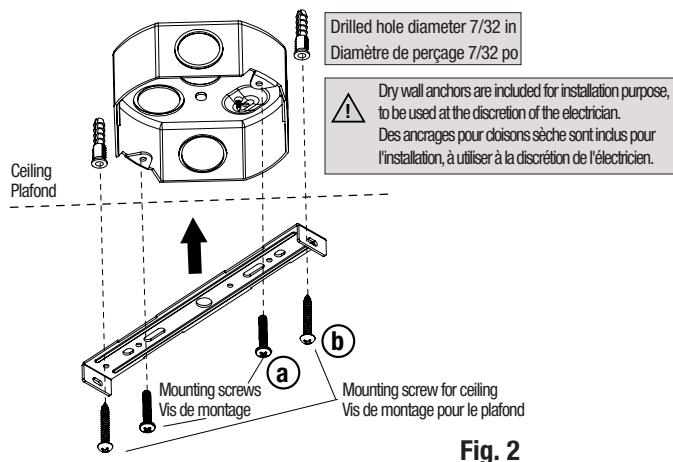

Fig. 2
2. Install the mounting bracket on the ceiling junction box using two (2) screws (non included) as shown in Fig. 2.
3. Install the additional mounting screws and anchors (drilled hole diameter 7/32 in) on the ceiling to secure the bracket if needed as shown in Fig. 2.
2. Installer le support de montage sur la boîte de jonction du plafond en utilisant les deux (2) vis (non fournies) comme indiqué dans la Fig. 2.
3. Installer les vis de montage supplémentaires et les ancrages (diamètre de perçage 7/32 po) au plafond pour consolider le support si nécessaire (Fig. 2).